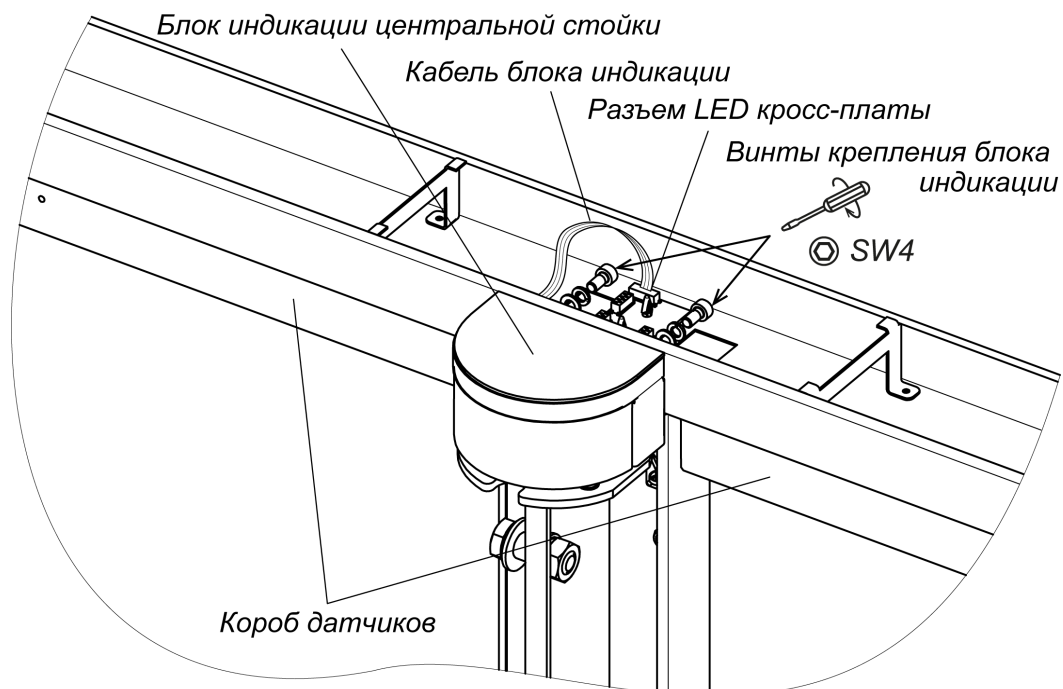
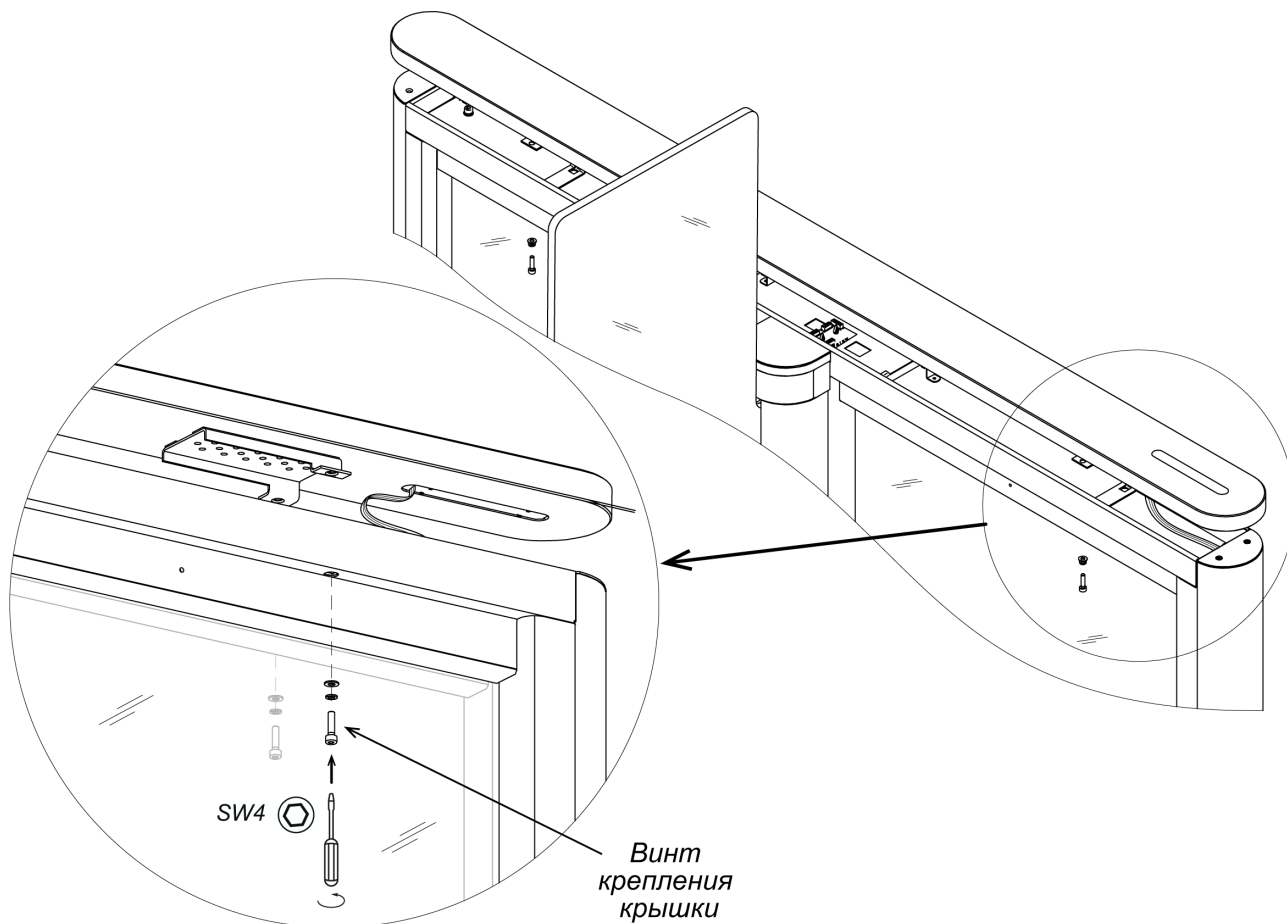

Рисунок 22. Монтаж блока индикации центральной стойки
Рисунок 23. Монтаж верхней крышки турникета
Для установки блока индикации центральной стойки (5) (см. рис. 22):
- Установите блок индикации на площадку, расположенную над поворотной опорой створки, и при помощи шестигранного ключа SW4 зафиксируйте его на верхнем коробе стойки (7), используя два винта M5×10 с плоскими и пружинными шайбами из комплекта поставки.
Снятие блока индикации центральной стойки производится в обратном порядке. Перед этим необходимо демонтировать с секции турникета верхнюю крышку секции (6) (см. разд. 8.9.6, рис. 23).
Порядок монтажа верхних крышек секций (рис. 23):